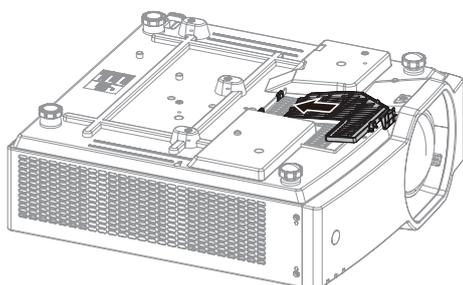

Fig. 1
- Insérez la grille d'entrée d'air dans les trous du corps du projecteur dans le sens indiqué sur Fig. 1.